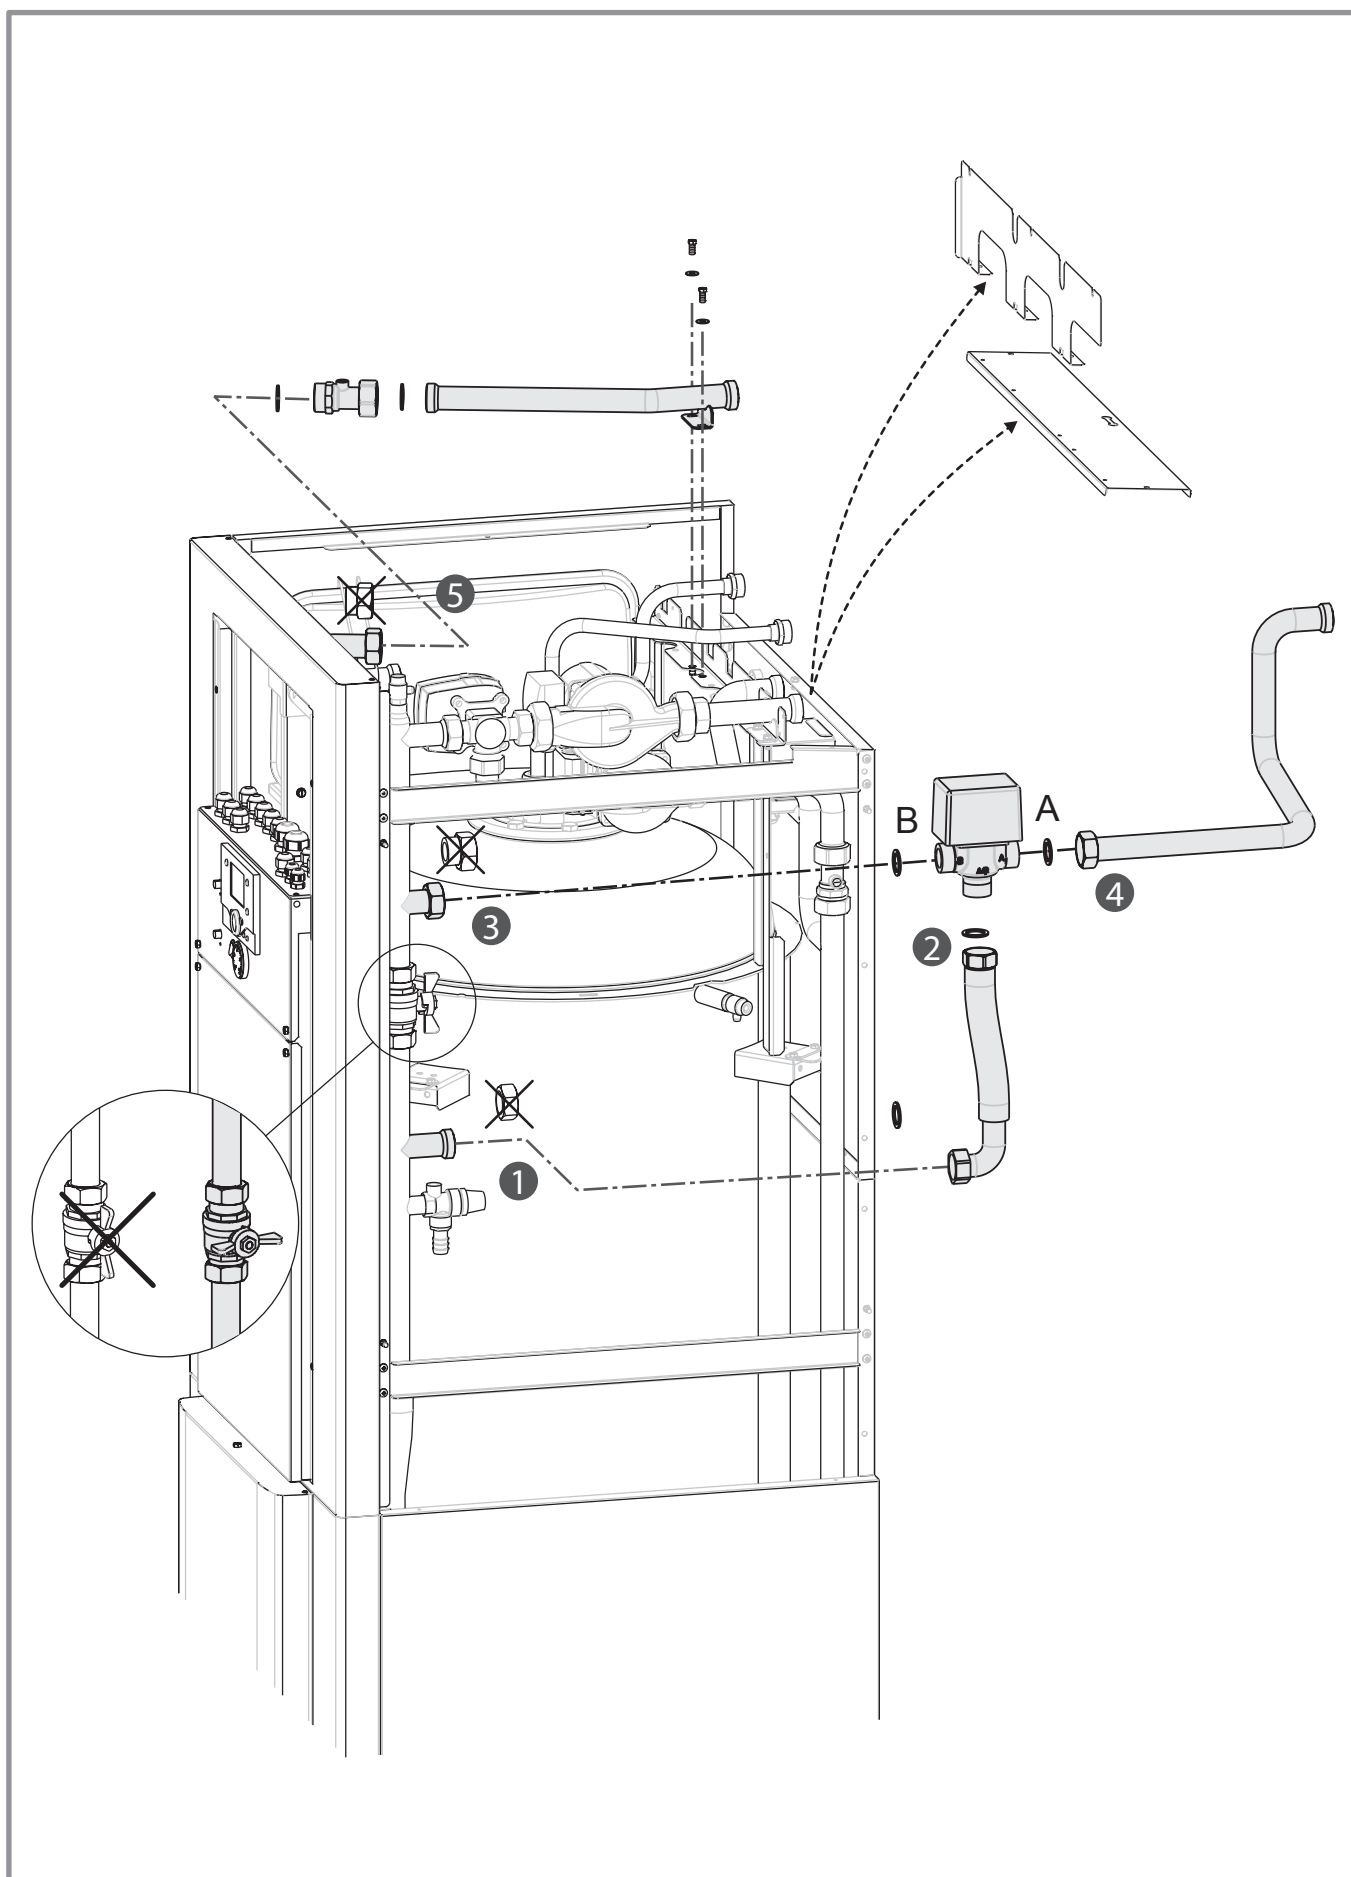

Figure 5 - Montage du kit relève
- Suivre les étapes de montage (fig. 5).